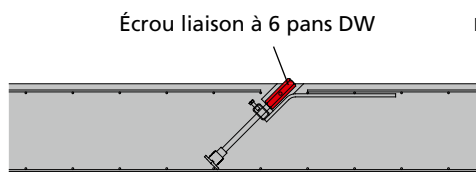

Fig. 16.2
2. Puis visser l'écrou de liaison à 6 pans DW sur la tige filetée DW jusqu'en butée (fig. 16.2).